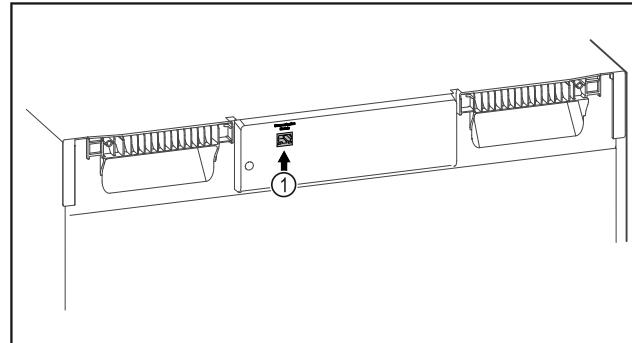

Fig. 86
SmartModule Fig. 86 (1) se rabi.